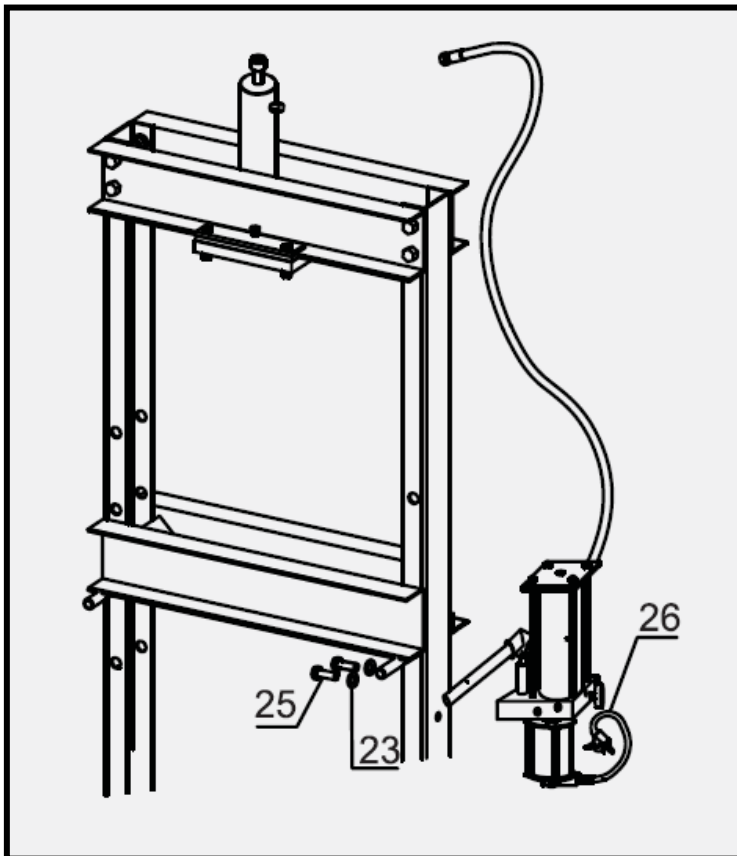

Рис. 6
7. Закрепите насос (26) болтами (25) и шайбами (23) на стойке. См. рис. 6.